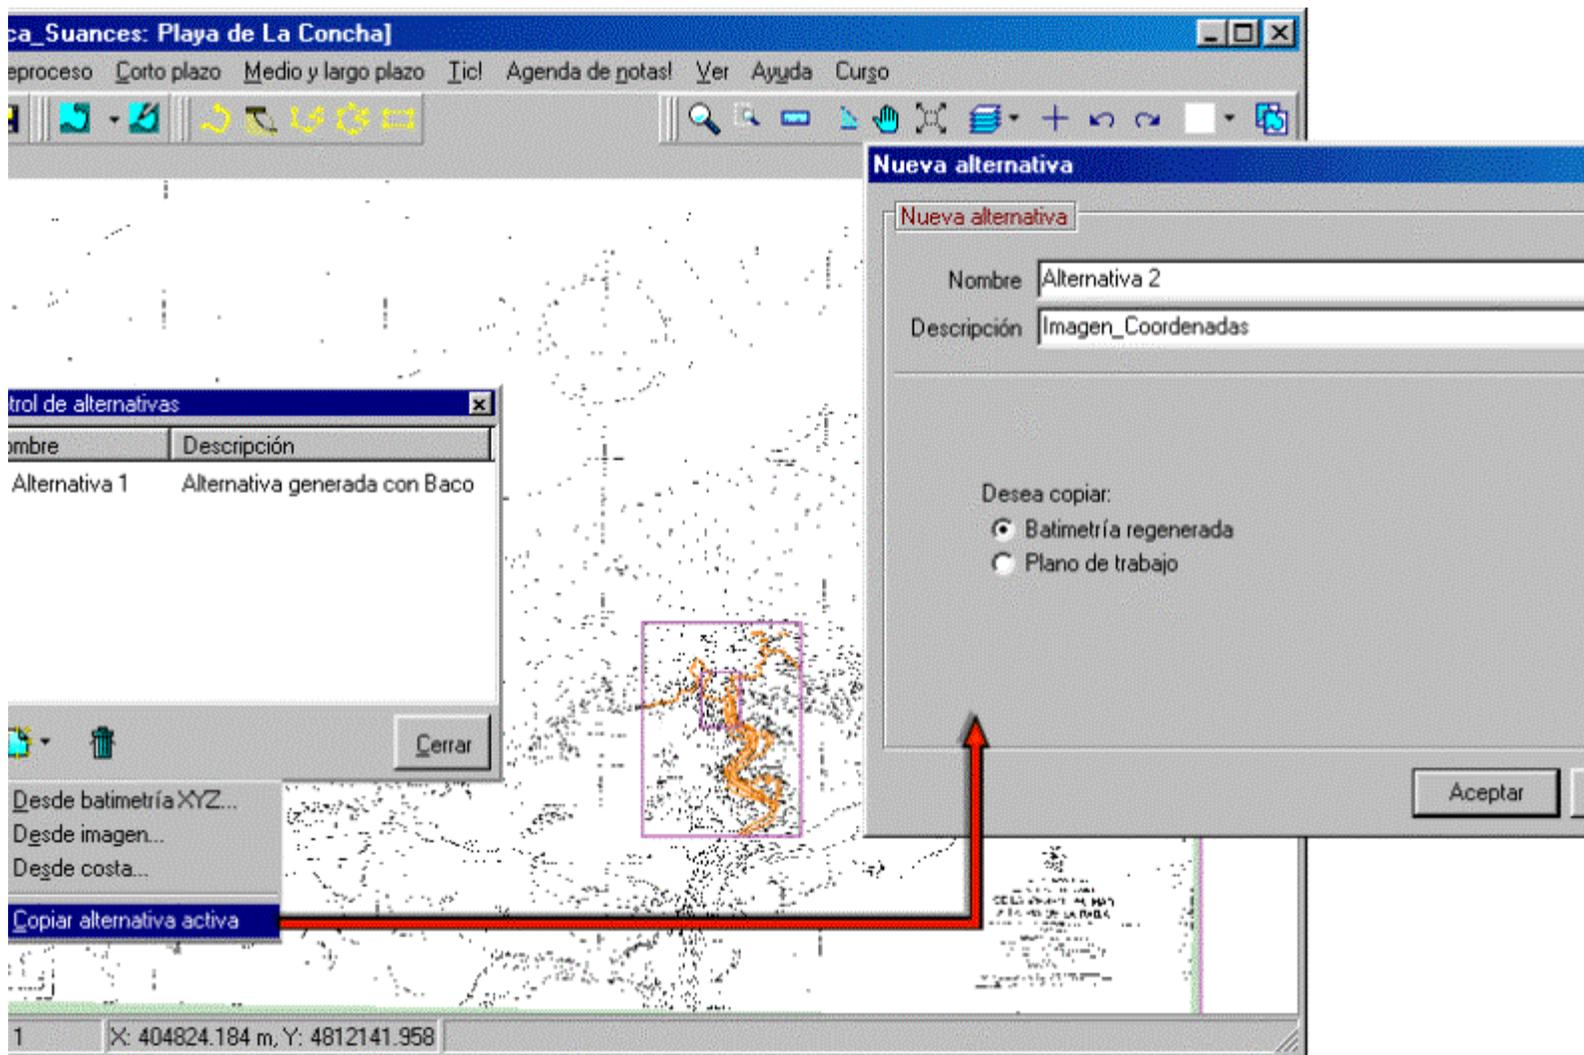

Figura 7.34
- Lo primero que se debe hacer, es abrir el “control de alternativas”, seleccionar la opción de “Copiar alternativa activa” y luego, elegir la opción de “Batimetría regenerada”. Rellenar el campo de descripción de la alternativa 2 con “Imagen_Coordenadas” y pulsar el botón “Aceptar” (ver figura 7.34).